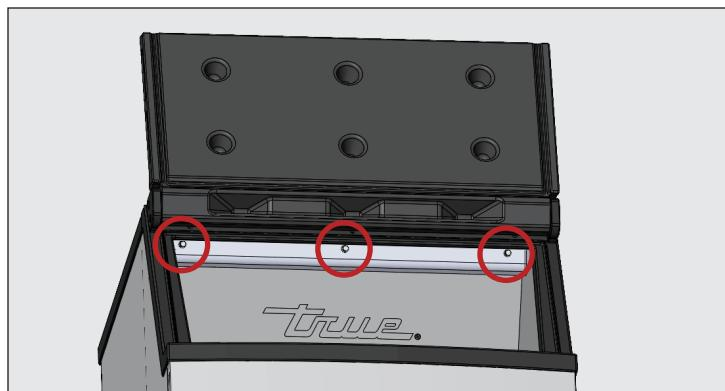

Abb. 1. Positionen der Leitblechflügelschraube.
1. Entfernen Sie die Leitblechschrauben. Siehe Abb. 1.